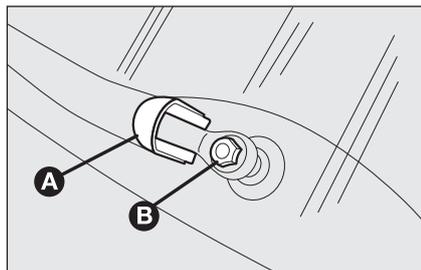

fig. 17
- sollevare la copertura **A**-fig. 17 e smontare il braccio dalla vettura, svitando il dado **B** che lo fissa al perno di rotazione;